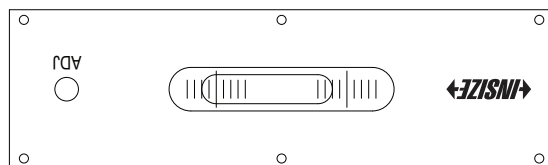

Fig.8
- Gire o nível 180°, deslize o nível na mesma posição da superfície (Fig.8).